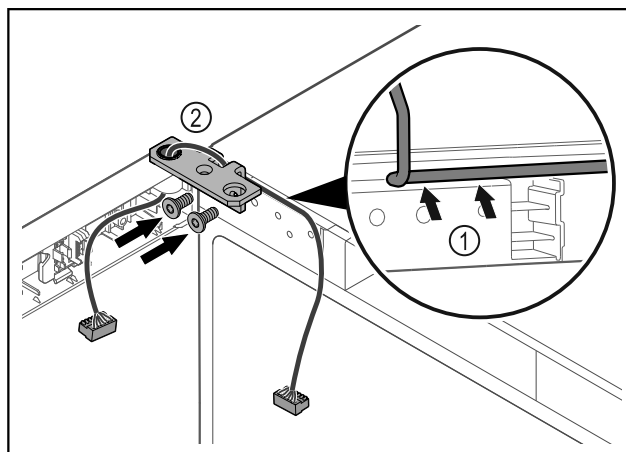

Fig. 48
- ▶ 将电缆穿过合页角铁的缺口并小心铺设 Fig. 48 (1)。
- 拧上合页角铁 Fig. 48 (2)。